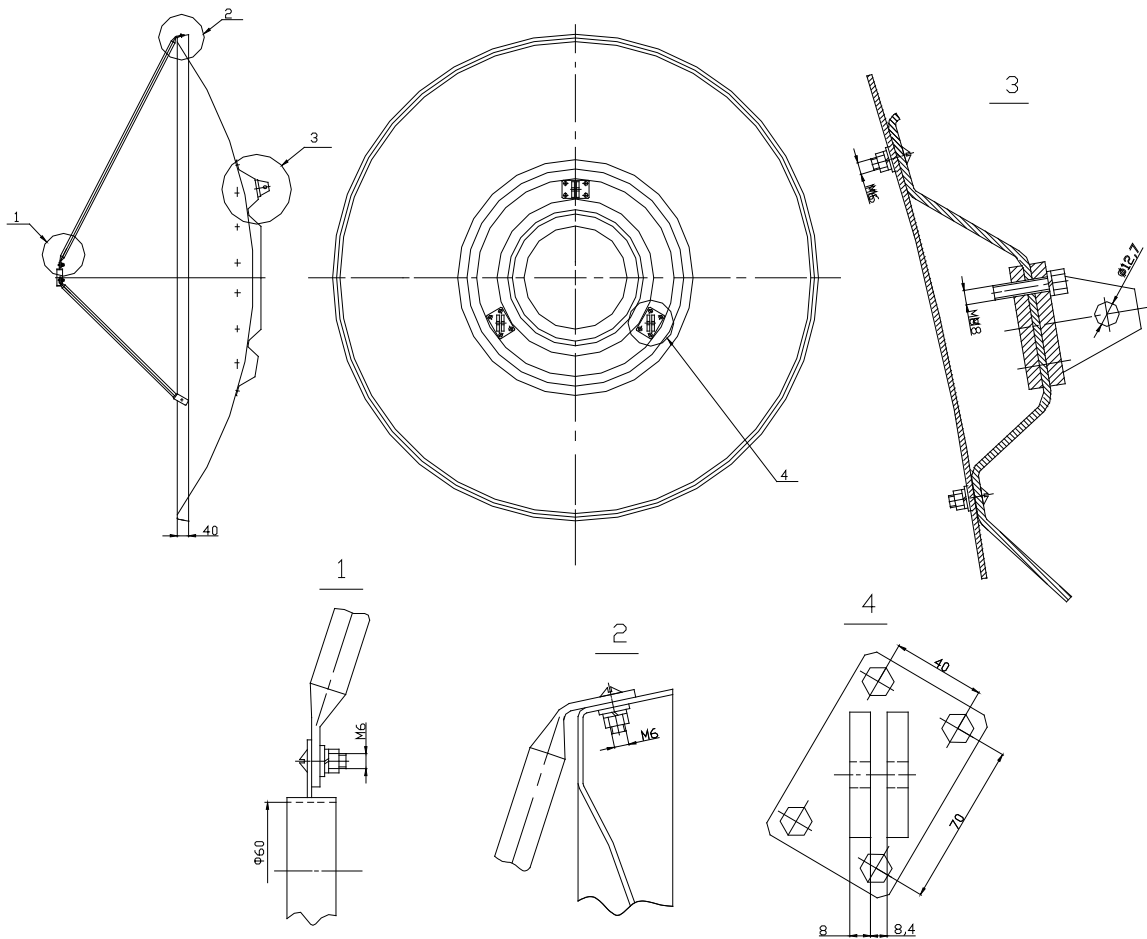

Рис.2
**Сборка антенны производится в соответствии с рис. 2.**
- разобрать кронштейны ( отвернуть болты ) и закрепить кронштейны на подзеркальнике согласно (Рис.2, узел.3) , установив резьбовую пластину с внутренней стороны, а кронштейны с наружной стороны подзеркальника;
- совместить отверстия в подзеркальнике с отверстиями в рефлекторе и закрепить винтами М6 х 16 (см. Рис.2, узел.3).
4. Установить растяжки, для чего: закрепить один конец растяжки на рефлекторе винтом М6 х 16, а второй конец на держателе облучателя винтом М6 х 16 (см. Рис.2,узел 1 и узел 2).